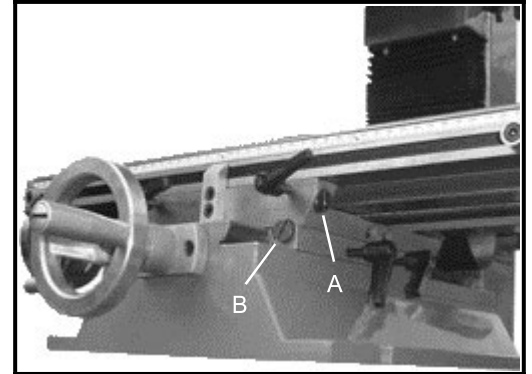
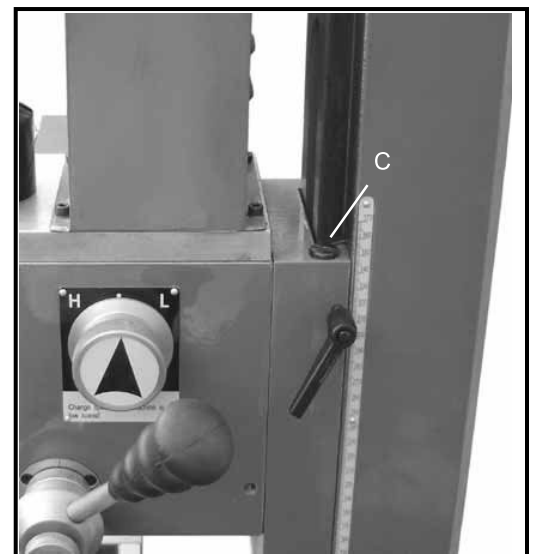

Fig. 17
Fig. 18
1. La vis de réglage de la barre horizontale (A, figure 17) se trouve à l'arrière de la table, à droite. La vis de réglage de la barre transversale (B, fig. 17) se trouve sur le côté droit de la selle, sous la table. La vis de réglage de la barre verticale (C, figure 18) se trouve sur la colonne.